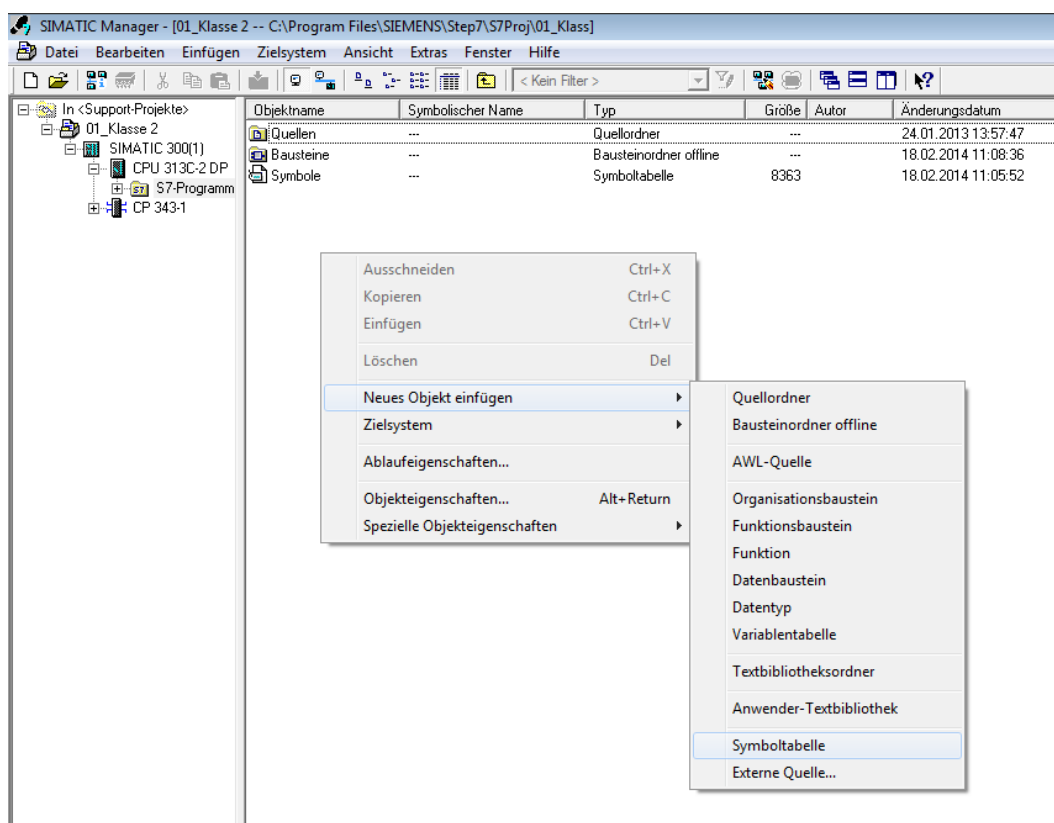

Abbildung 5.1: Öffnen der Symboltabelle – STEP 7
Öffnen Sie die Symboltabelle gemäß der Abbildung 5.1.
- Öffnen Sie die Variablentabelle (Analog zur Abbildung 5.1).